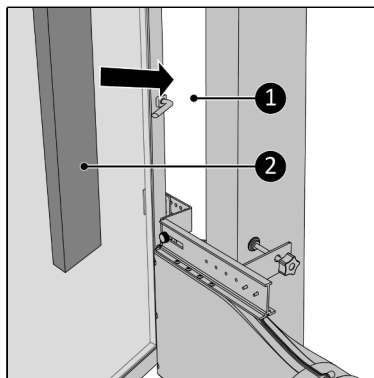

Rysunek 239.
15. Ostrożnie przykręć śrubę mocującą do nieruchomej części ramy okiennej (Rysunek 239, poz. 1).